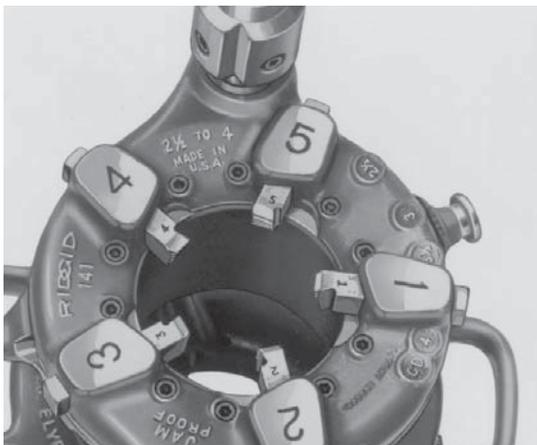

Рисунок 17 – Установка патрона для патрубков и переходника
4. Выберите нужный размер переходника патрона для патрубков и вкрутите его в патрон для патрубков (рисунок 17) вручную. Затяните ключом, поставляемым вместе с патроном для патрубков.